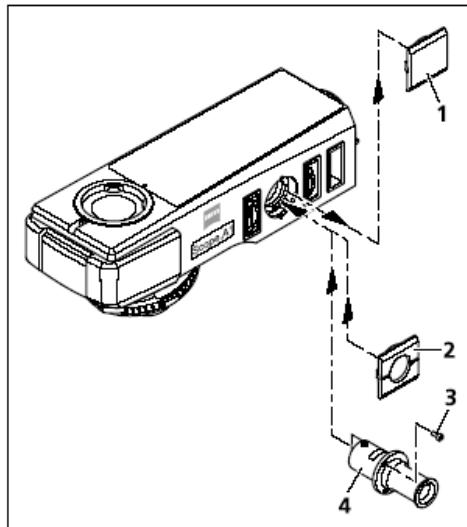

图 3-26 插入调节辅助
- 从调节工具的安装孔上取下盖子（图 3-26/1）。
- 插入调节工具（图 3-26/4），拧紧内置的三个螺丝（图 3-26/3）。
- 安装好盖帽（图 3-26/2）。确保此工具固定良好。